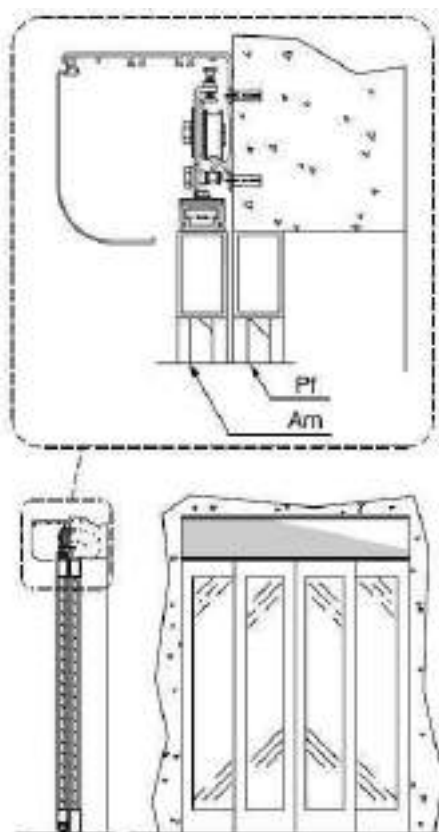

рис. 4
6.1. Крепление к стене (рис. 4)